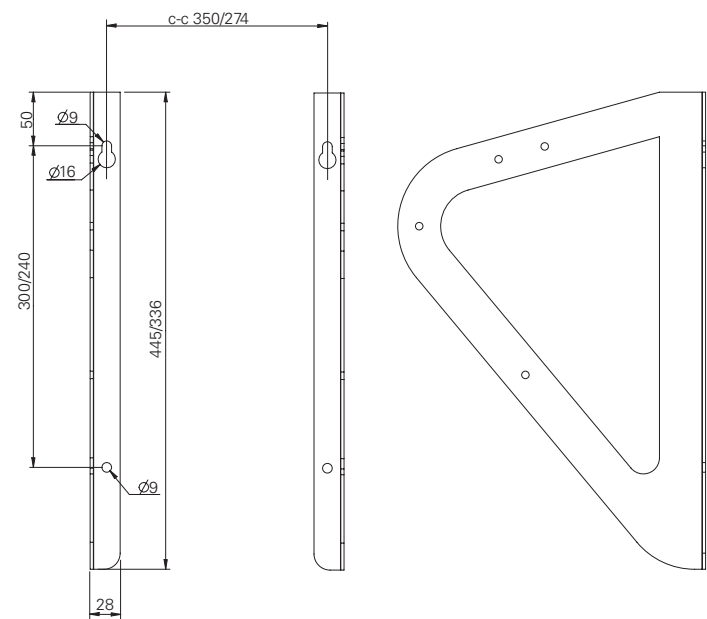

Fig. 2
1. Bor fire hull i vegggen med c-c-avstand iht. fig. 2 på side 2. Sett inn skruene i de to øverste hullene.